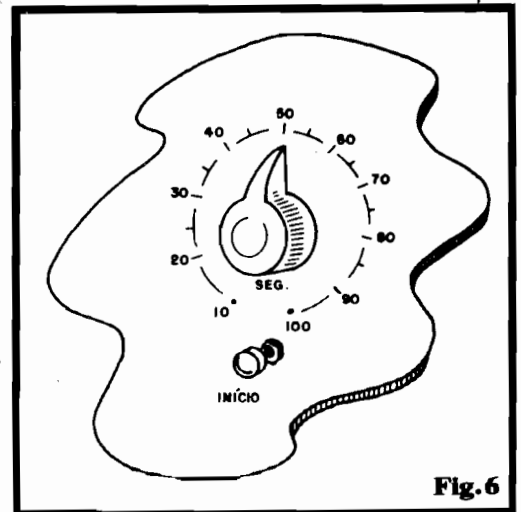

Fig. 6
- **FIG. 6 - SUGESTÃO PARA O DIAL DO POTEMP** - Conforme já foi dito, a idéia básica que levou ao projeto do POTEMP era "facilidade absoluta na instalação", ocupando o mínimo de volume interno e espaço no painel frontal de controle... A figura dá uma idéia elementar (e por isso mesmo, talvez a melhor...) de como implementar o *lay out* final da "coisa"... Com o potenciômetro dotado de um knob indicador, basta desenhar uma escala circular em torno de sua posição, estabelecendo subdivisões ao longo do arco da dita escala, para os Tempos intermediários (entre o mínimo de 1 segundo e o máximo de 100 segundos...). Para uma calibração básica, os tempos mínimo e máximo devem ser cronometrados com o auxílio de um bom relógio ou cronômetro digital (dotado de indicações de até décimos de segundo...); em seguida, o arco de atuação do potenciômetro poderá ser linear e proporcionalmente dividido, com a resolução necessária à aplicação (se segundo em segundo, ou a intervalos de 5 ou 10 segundos, conforme necessário...). O **push-button** de "INÍCIO" (se a unidade for montada/instalada num módulo pleno...) pode ficar logo abaixo do potenciômetro de TEMPO... Em outras aplicações industriais, eventualmente esse comando de início será executado por **switches** já existentes ou mecanicamente acopladas ao maquinário, devendo então ser feita a simples ligação da tal chave ao módu-